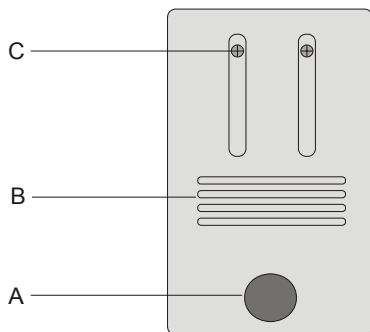

Fig. 1 Tapa del cubículo de lámpara: A Tornillo moleteado, B Ranuras de ventilación, C Tornillos se fijación del casquillo de la lámpara
- Se suelta el tornillo C del casquillo de lámpara se desplaza hacia afuera, de tal forma que se encuentre en la misma posición de la Fig. 1.